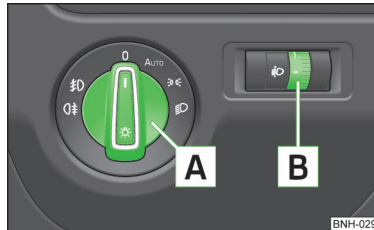

Abb. 36
Bei Fahrzeugen mit Rechtslenkung weicht die Anordnung der Bedienungselemente zum Teil von der in » Abb. 36 auf Seite 56 gezeigten Anordnung ab. Die Symbole, die die Stellungen der Bedienungselemente markieren, sind gleich.
Lichtschalterstellungen - Drehen des Schalters **A** » Abb. 36
- ✓ Der Lichtschalter befindet sich in der Stellung **0** oder **AUTO** » Abb. 36 auf Seite 56.